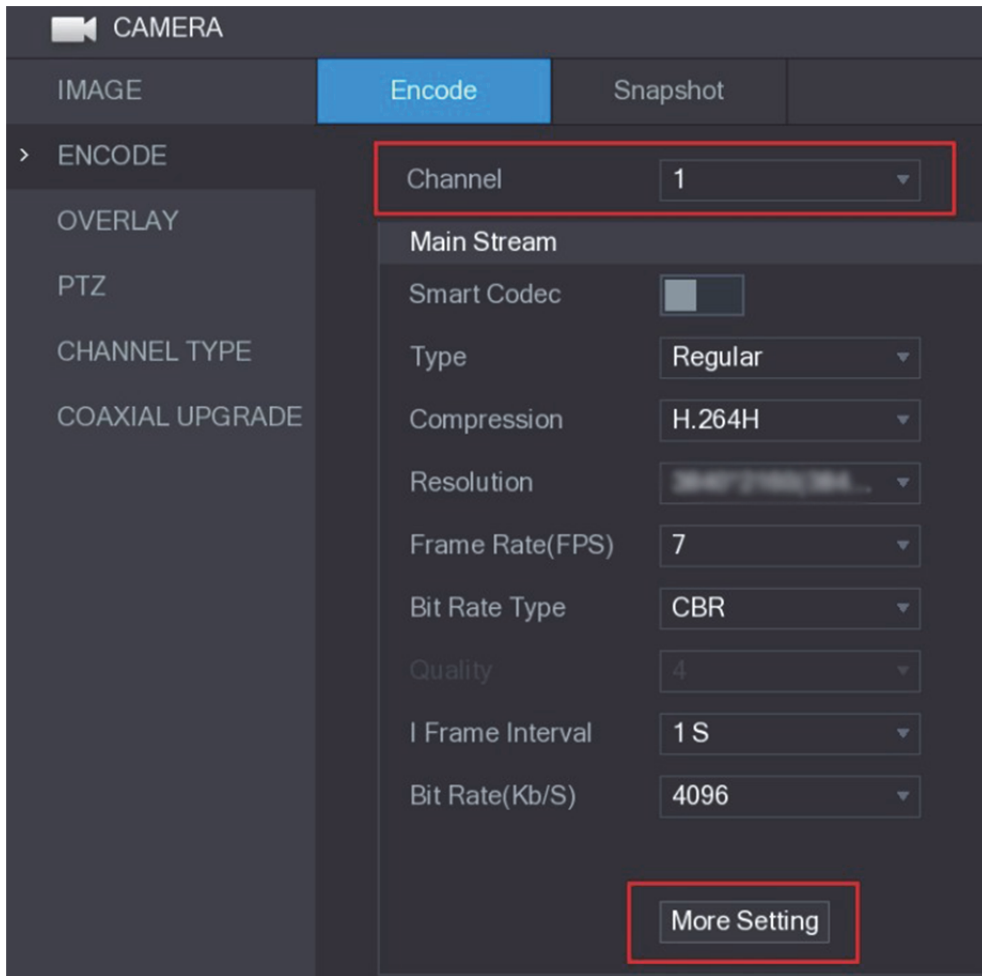

Abbildung 4-3
Die Einstellungsmaske zum Codieren wird daraufhin angezeigt. Siehe Abbildung 4-3.
Schritt 6. Klicken Sie in der Einstellungsmaske Codieren (Abbildung 4-3) auf **Anwenden** (Apply).